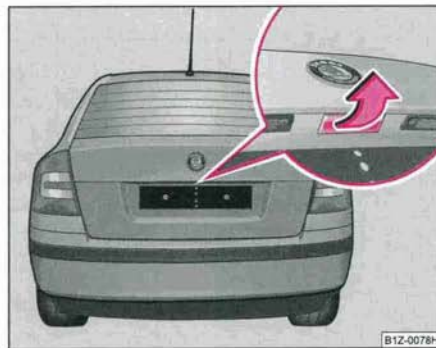

Fig. 30 Poignée de la malle arrière
Lors de l'ouverture et de la fermeture le verrouillage central déverrouille et verrouille simultanément **toutes** les portes et la trappe du réservoir*. La malle arrière est déverrouillée lors de l'ouverture. Elle peut être ouverte en appuyant sur la poignée au-dessus de la plaque d'immatriculation ⇒ page 50, fig. 30.
- Appuyez sur la poignée ⇒ fig. 30 et faites simultanément remonter la malle arrière.